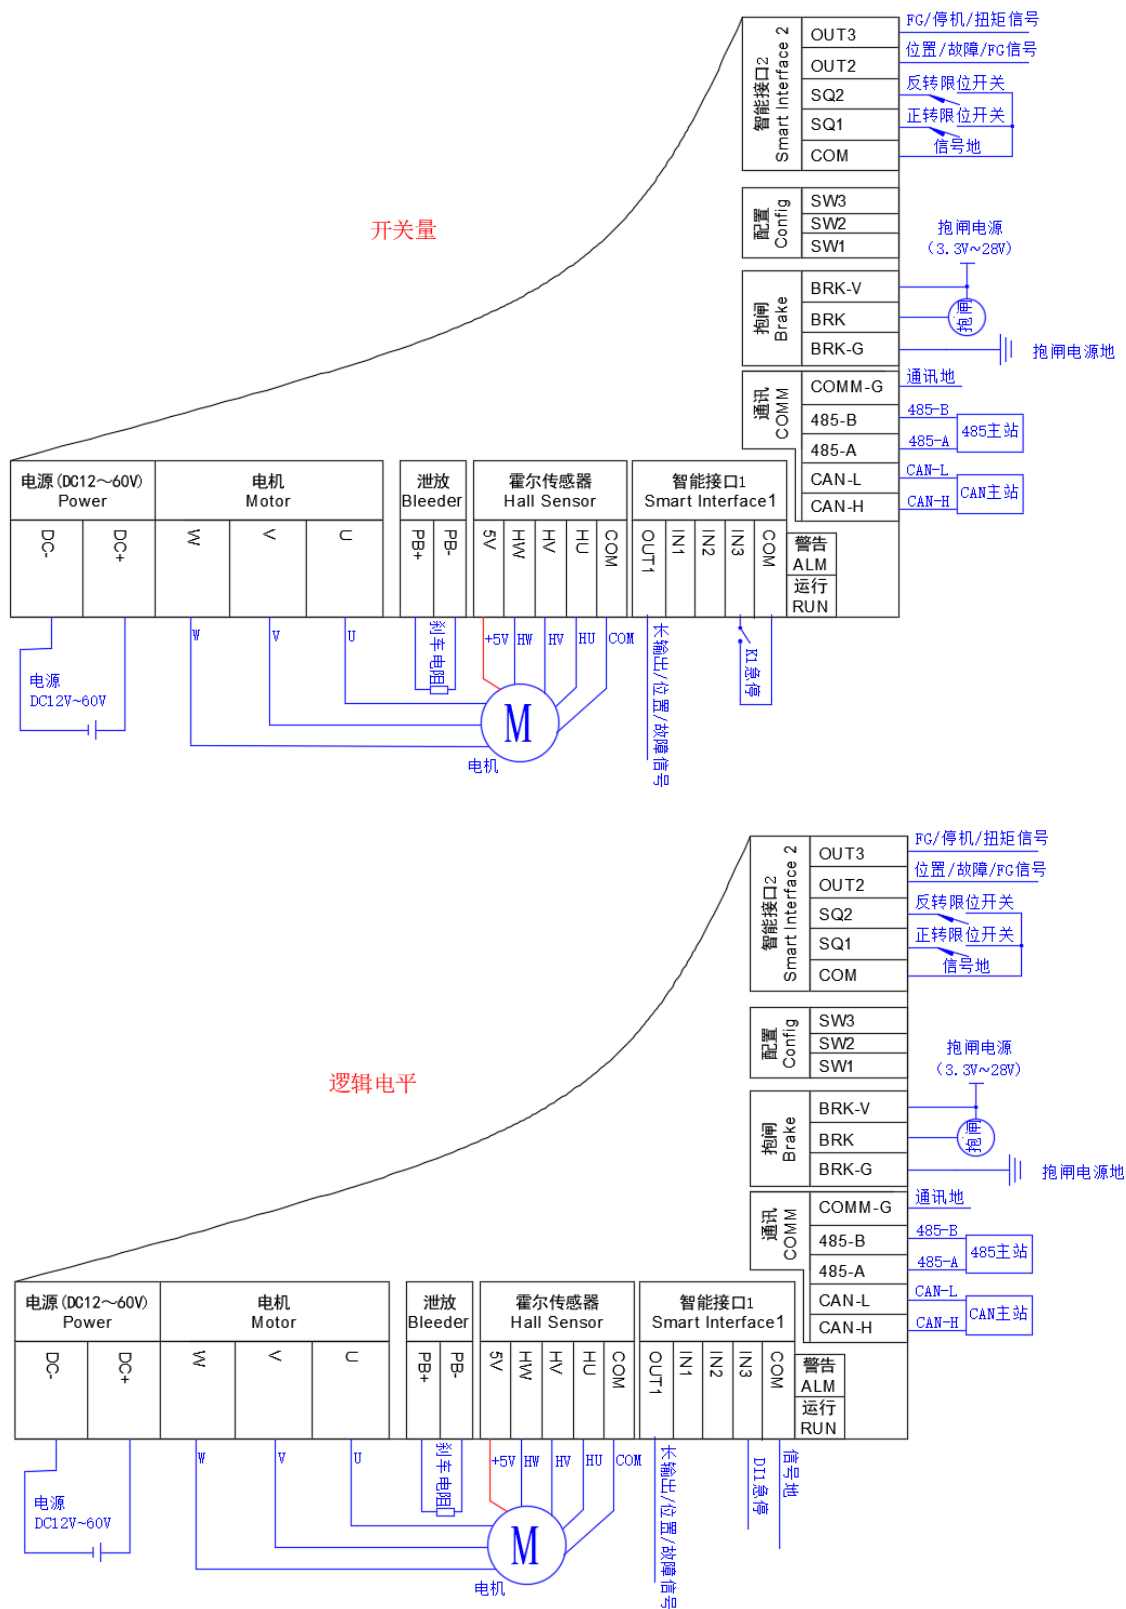

图 4.3 通讯控制接线图
- 2) 根据图 4.3 完成电源线，电机及霍尔信号线、控制器与 485 主站（或者 CAN 主客户端）接线。